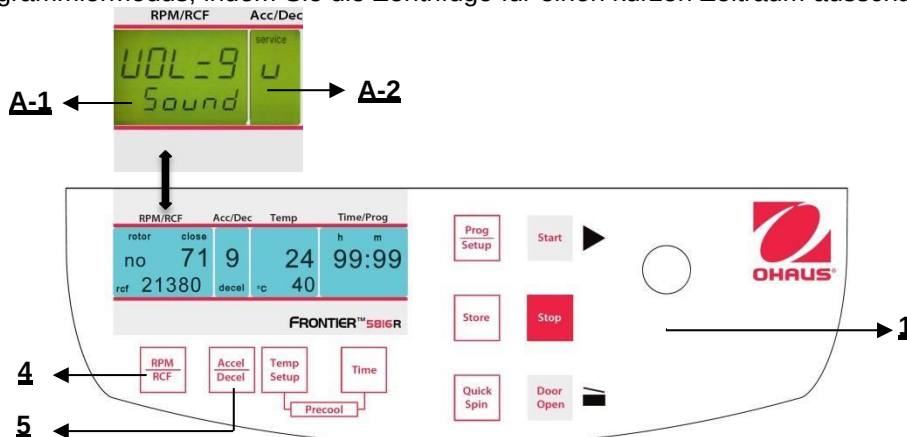

Abbildung. 36
Fahren Sie fort wie unter Punkt 4.1.1 beschrieben, um in den Programmmodus einzutreten und drücken Sie dann die Taste **"Accel/Decel"** (5). Auf der Anzeige **"Acc/Dec"** (A-2) blinkt das Wort **"Service"**. Wählen Sie nun den Buchstaben **"U"** mit Hilfe des Anpassungsknopfes (1). Als Ergebnis erscheinen auf der Anzeige **"RPM | RCF"** (A-1) die Worte **"Vol=0- 9/Sound"**. Nach dem Drücken der Taste **"RPM | RCF"** (4), können Sie die gewünschte Lautstärke zwischen 0 (leise) und 9 (laut) mit dem Anpassungsknopf (1) anpassen (siehe Abbildung 36).